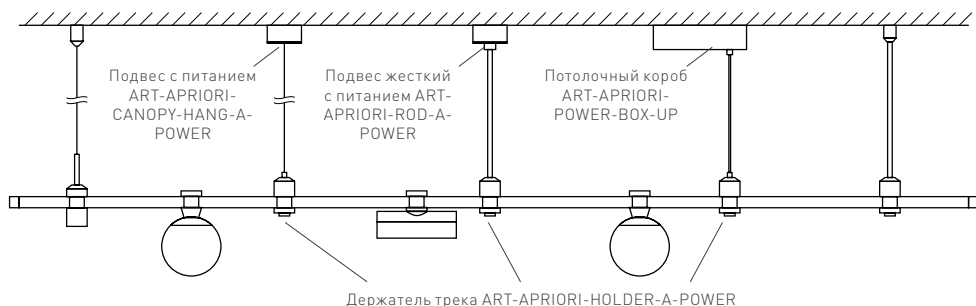

Рис. 6.1. Элементы и принцип электрического подключения в любом месте шинопровода
- 4.2. В любом месте шинопровода можно подвести питание при помощи следующих элементов системы (рис. 6.1):
- 4.3. Подведите питание к шинопроводу любым из способов, показанных на рис. 6.1 и 6.2.